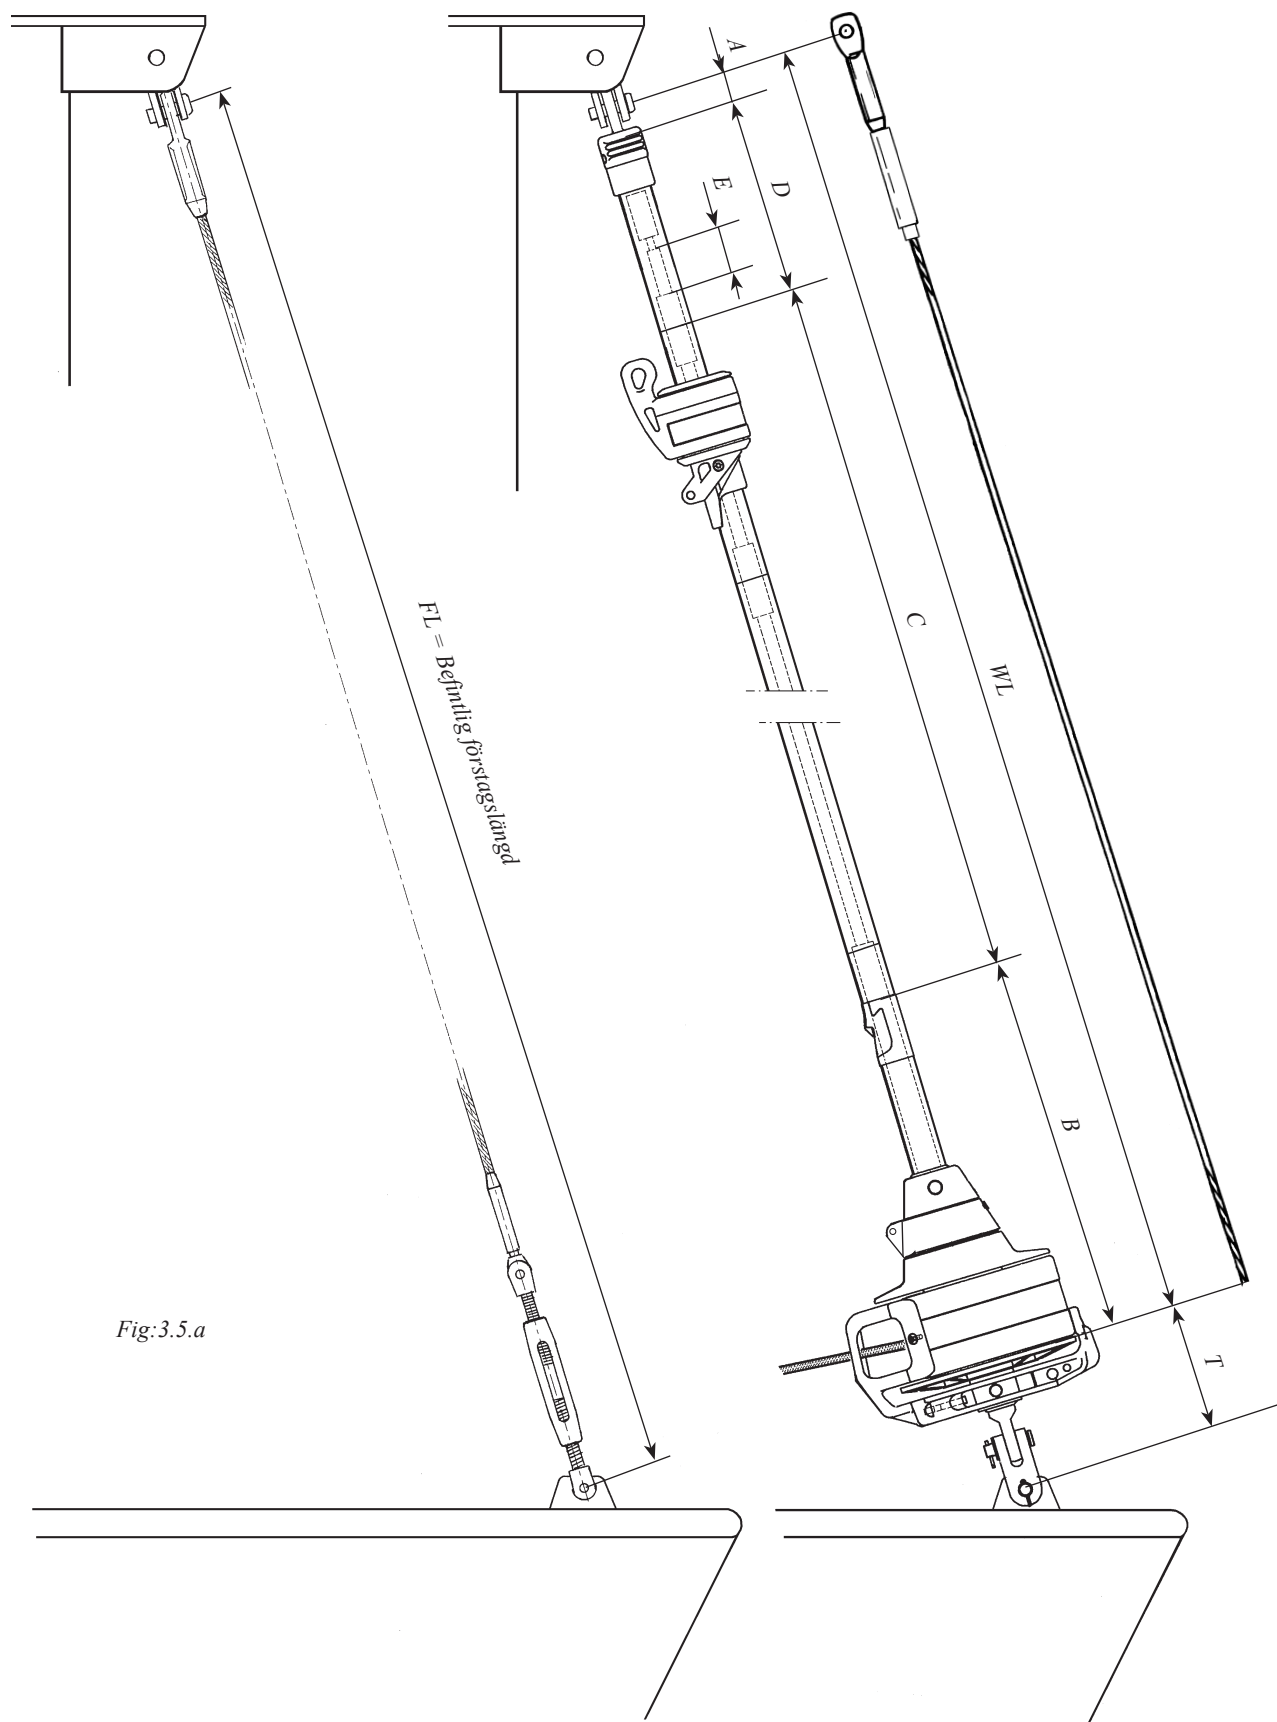

Fig:3.5.a
16. Kontrollera staglängden FL enligt ”**Beräkningstabell 1**” (3.5.1) & fig: 3.5.a. Om Furlex-vantskruv används, skall denna vara utskruvad till hälften. Se tabell 14.1.1 för Furlex-vantskruvens slaglängd.